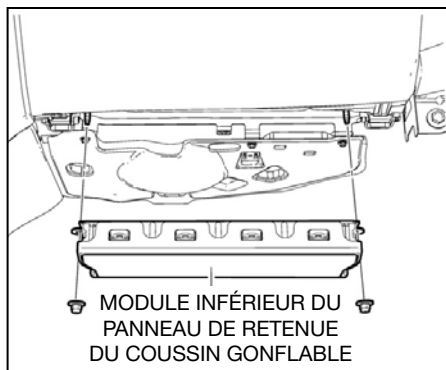

Fig. 12
1. Retirez le module inférieur du panneau de retenue du coussin gonflable du tableau de bord côté passager (voir Fig. 12).